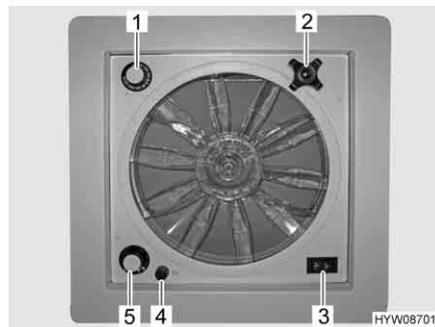

Fig. 51 Oblò con ventilatore
- ▷ Un fusibile da 4 A (Fig. 51,4) protegge da sovraccarico il motore del ventilatore. Se si verifica un sovraccarico: Individuare per prima cosa la causa (ad es. il ventilatore è sporco), poi sostituire il fusibile.
- Ruotare la maniglia girevole (Fig. 51,2), finché non si raggiunge l'angolo di apertura desiderato.
- Aerazione/sfiato:* ■ Portare l'interruttore a levetta (Fig. 51,3) su "Aerazione" (flusso d'aria dall'esterno verso l'interno) o "Sfiato" (flusso d'aria dall'interno verso l'esterno).
- Spegnimento del ventilatore:* ■ Portare l'interruttore a levetta (Fig. 51,3) sulla posizione centrale.
- Impostazione della velocità del ventilatore:* ■ Posizionare l'interruttore girevole (Fig. 51,5) sul grado desiderato:
- Impostazione della temperatura:* ■ Ruotare il termostato (Fig. 51,1) fino alla battuta in direzione "blu".